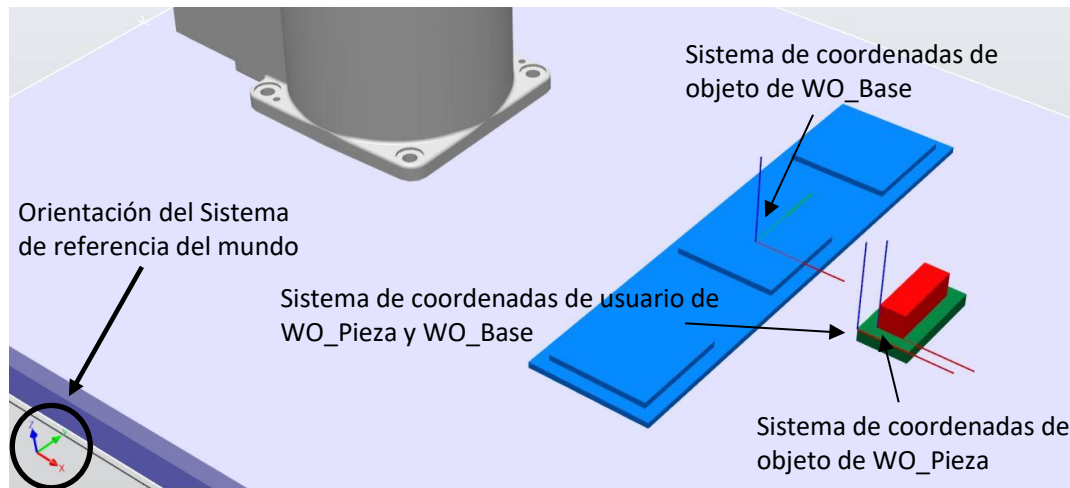

Figura 5. Ubicación de los Objetos de trabajo.
- ❑ Crear un objeto de trabajo para la *Pieza* y otro para la *Base* con nombre *WO_Pieza* y *WO_Base* respectivamente, después conectarlos a su objeto correspondiente. Los sistemas de coordenadas de usuario y objeto de cada uno de los objetos de trabajo se dispondrán tal y como se muestra en la Figura 5.